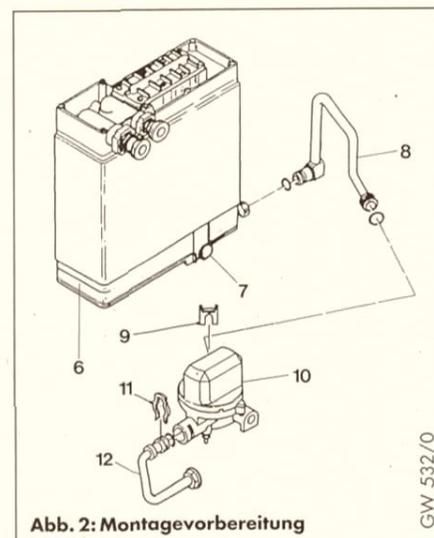
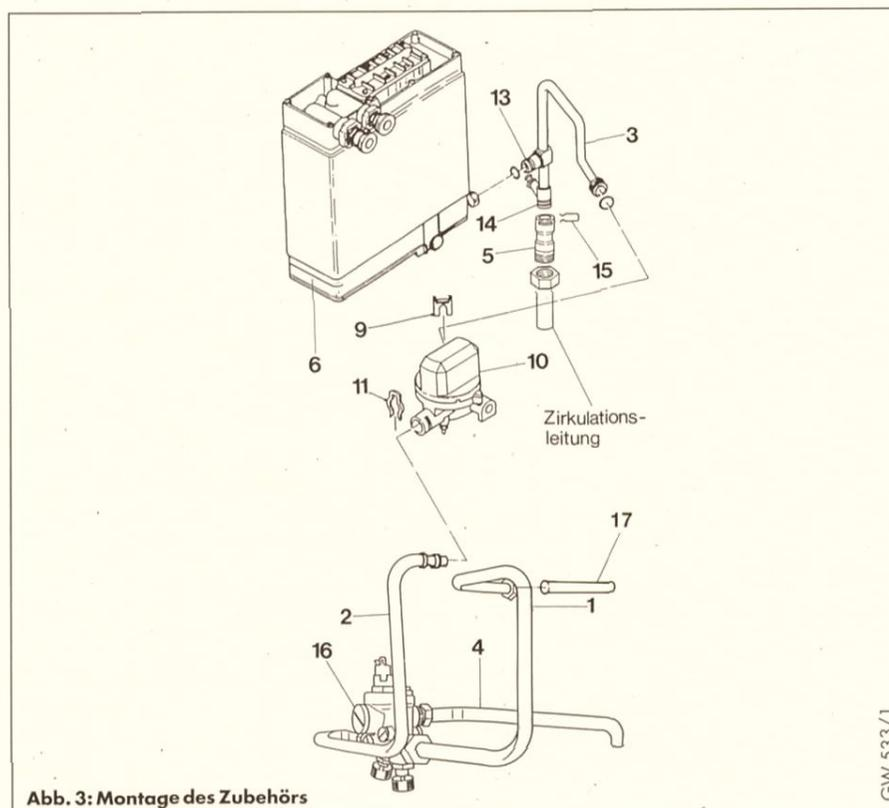

Abb. 2: Montagevorbereitung
Abb. 3: Montage des Zubehörs
- Sekundärwärmetauscher (6, Abb. 2) ausbauen. Dazu die Verschraubungen der Rohre am Wärmetauscher, sowie die Rädelschraube (7) lösen, dann den Wärmetauscher nach vorne herausziehen.
- Rohr (8) entfernen. Hierzu die Klammer (9) abziehen, das Rohr aus dem Wasserschalter (10) ziehen und aus der Halterung am Träger des Sekundärwärmetauschers entfernen.
- Klammer (11) am Wasserschalter abziehen. Verschraubung des Absperrhahnes lösen und Rohr (12) sowie Absperrhahn entfernen.
- Rohr (3, Abb. 3) an der Stelle von Rohr (8) einbauen. Stecknippel (13) in die Aussparung am Träger des Wärmetauschers bringen und nach unten in die Nut einstecken.
- Das andere Ende in den Wasserschalter (10) schieben und mit Klammer (9) sichern.
- An den zusätzlichen Anschluß (14) Rückschlagventil (5) aufstecken und mit Klammer (15) sichern. Hier kann mit einer Überwurfmutter und einem Klemmring die Zirkulationsleitung (Ø 15 mm) angeschlossen werden.
- Rohr (1) an die Anschlußkonsole schrauben.
- Stecknippel von Rohr (2) in den Wasserschalter stecken und mit Klammer (11) sichern.
### Legende Abb. 2 und 3: